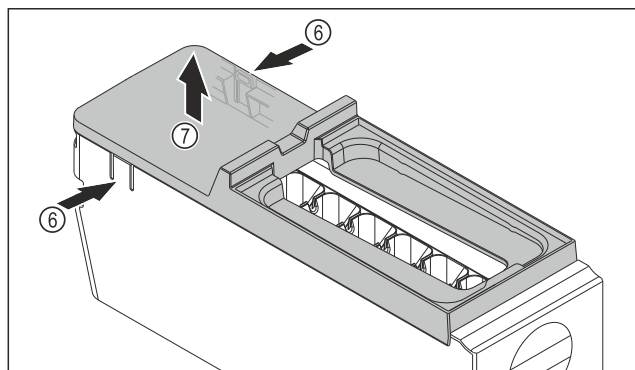

Fig. 131
- ▶ Afdekking van de EasyTwist-Ice-corpus wegnemen: Strips Fig. 131 (6) aan beide zijden van de EasyTwist-Ice-corpus met een hand indrukken.
- ▶ Afdekking Fig. 131 (7) met de andere hand van bovenaf wegnemen.